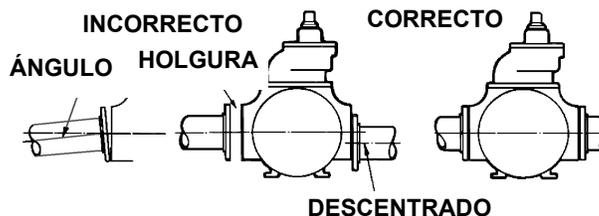

Figura 1
10. Verifique la alineación de las tuberías hacia la bomba para evitar tensiones que posteriormente pudieran causar un desalineamiento. Consulte la figura 1. Desempere las bridas o rompa los empaques de unión. Las tuberías no deben separarse ni caerse. Después de que la bomba haya estado en operación durante una semana o dos, vuelva a verificar completamente la alineación.